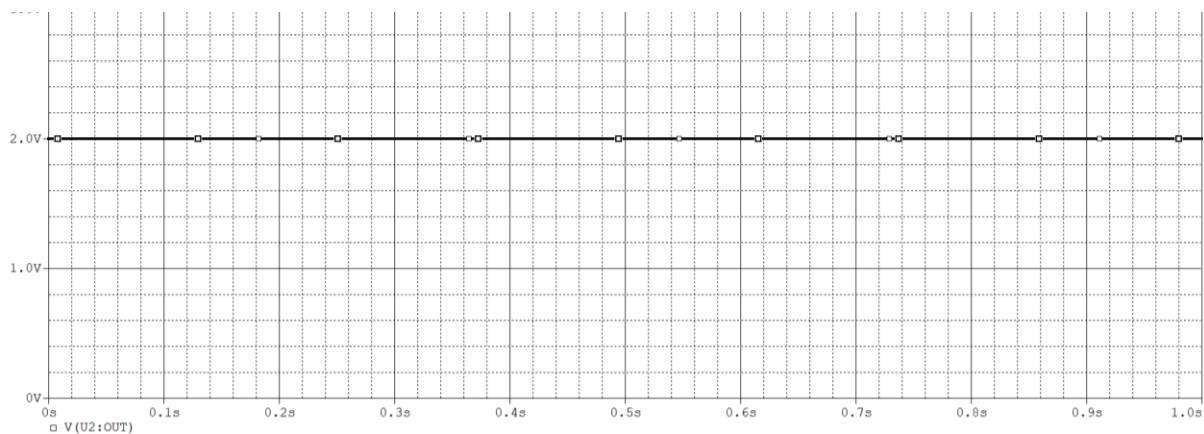

图 5 加减运算电路仿真结果
其仿真结果见图 5:
3. 加减运算电路分析：加减运算电路同相输入端的输入电压为 3V、4V，反相输入端的输入电压为 2V 和 3V，经过加减运算电路，输出端的电压应为： $3+4-2-3=2\text{V}$ ，与图 5 输出结果一致。